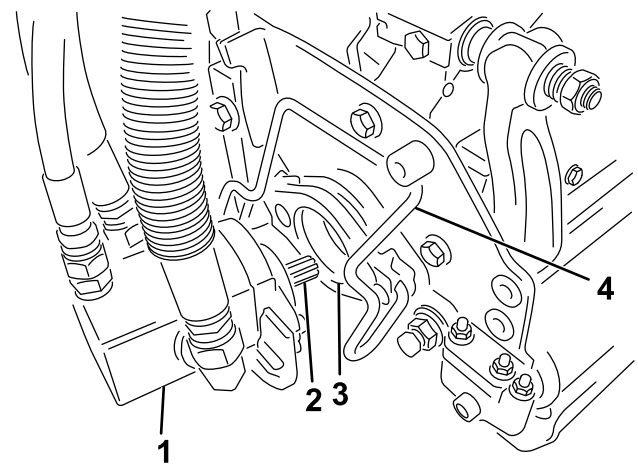

Figure 55
5. Enduisez de graisse propre l'arbre cannelé du moteur de l'unité de coupe (Figure 55).
6. Insérez le moteur dans le côté gauche de l'unité de coupe (vu de la position de l'utilisateur) et tirez la barre de retenue du moteur située sur l'unité de coupe vers le moteur jusqu'à ce que vous entendiez un déclic des deux côtés du moteur (Figure 55).